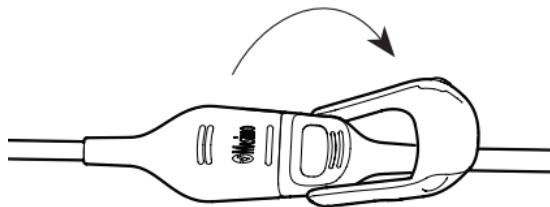

Fig. 15-6 Desconexión sensor PED.
1. Consulte la Fig. 15-6. Levante el seguro protector.